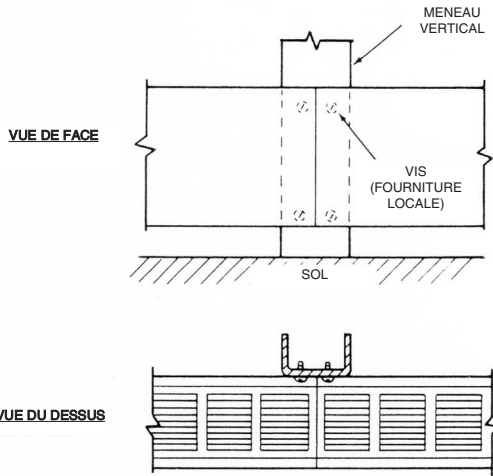

Figure 7
- Fixez le carter au meneau en utilisant les trous de montage dans les boîtiers de raccordement, comme montré en Figure 7.